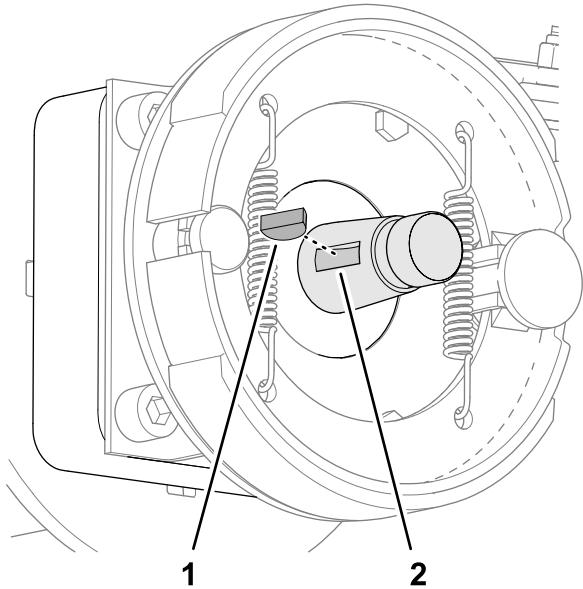

Figura 69
2. Inserte la chaveta semicircular en la ranura del eje del motor de rueda (Figura 69).